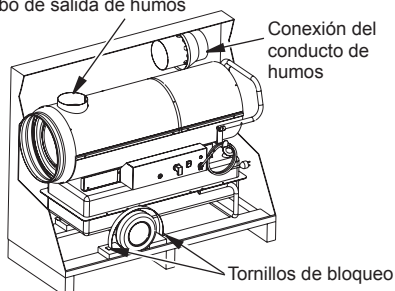

Figura 1. Extracción del modelo 160-IF de la caja
3. Retire la conexión del conducto de humos de la caja (consulte la figura 1).
5. Destornille los tornillos de bloqueo de las correas que sujetan las ruedas (consulte la figura 1).